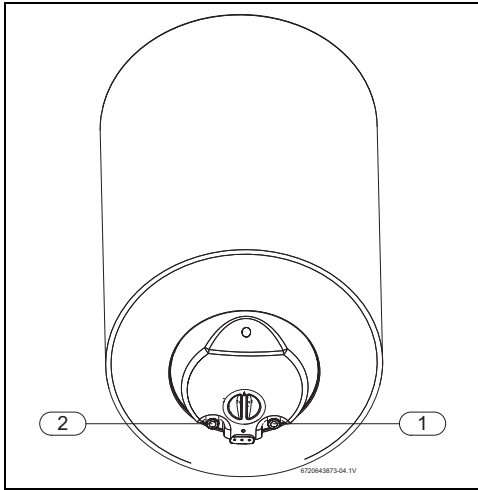

Fig. 7
- Identificar a tubagem de água fria e de água quente, de forma a evitar uma possível troca (Fig. 7).